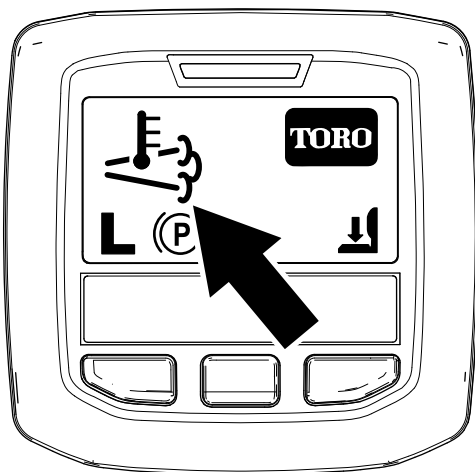

Figura 42
- El icono de temperatura alta de los gases de escape  aparece en el InfoCenter (Figura 42).